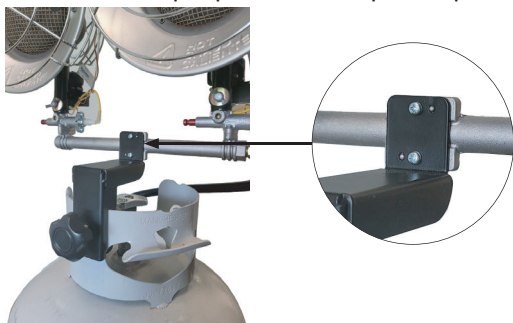

Figure 5
- Alignez les trous de boulons du support du collier du réservoir avec les trous de boulons situés sur la plaque centrale du collecteur. À l'aide des vis précédemment retirées, fixez le collecteur de plaque centrale au support de collier. REMARQUE : Le réchauffeur DOIT être orienté à l'opposé du réservoir une fois qu'il a été fixé au support du collier. Assurez-vous que le support de l'interrupteur de pointe se trouve entre le support du collier du réservoir et la plaque centrale du collecteur. (Voir Figure 5)